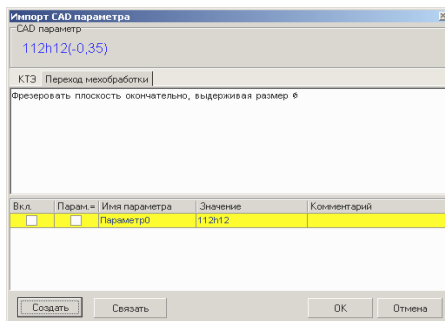

Рис. 4.1
3. В открывшемся окне *Импорт САД параметра* (рис. 4.1) перейдите на вкладку *Переход мех. обработки*. Нажмите кнопку *Создать* и поставьте галочку в ячейке *Вкл.* Нажмите кнопку *ОК*.